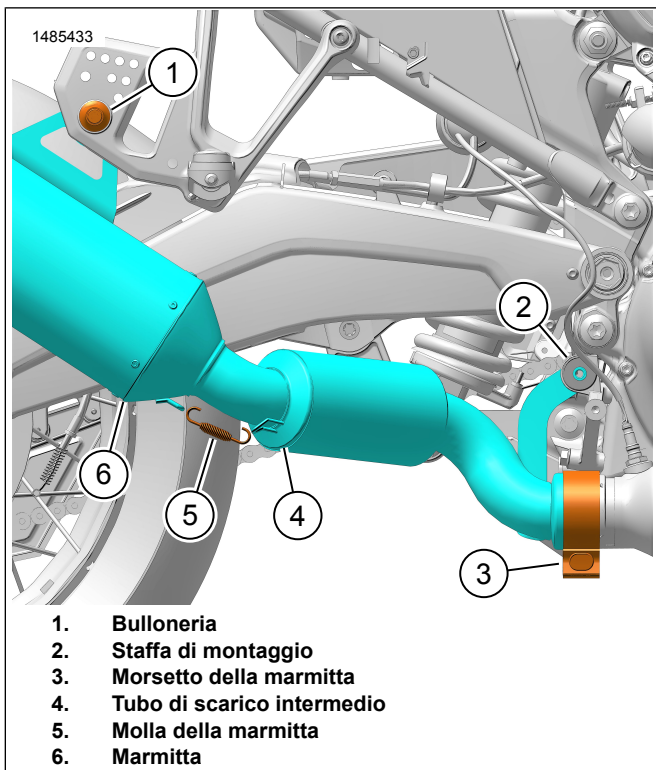

Figura 4. Gruppo marmitta Screamin Eagle
1. Figura 4 Installare il tubo di scarico intermedio (4) nella marmitta (6).
2. Installare la molla per marmitta (5) sulle linguette di supporto per la molla sul tubo di scarico intermedio e sulla marmitta.
3. Installare il **nuovo** morsetto per marmitta (3) sul tubo di scarico intermedio (4).